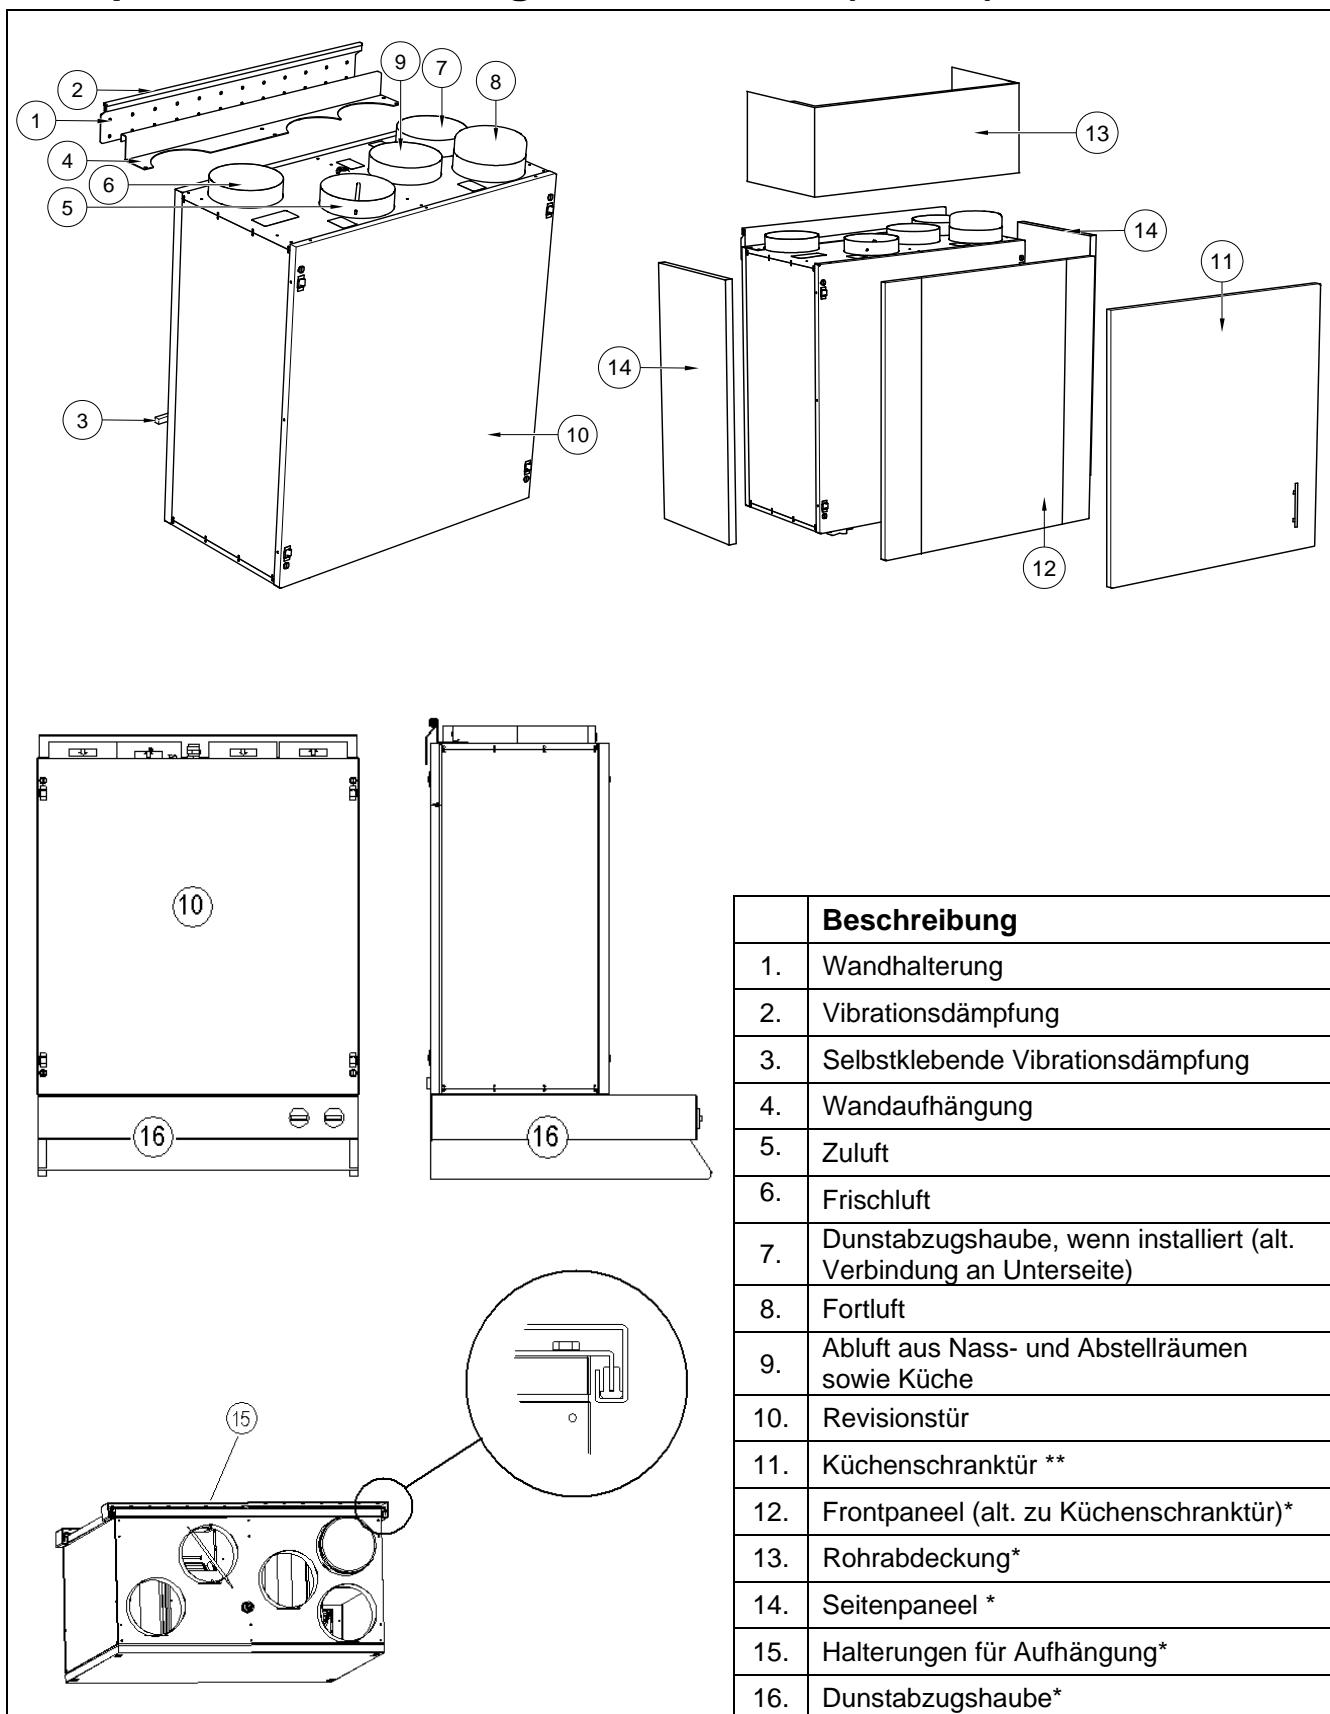

Fig. 3 *Zubehör (nicht inkludiert)
- 2) Möglicherweise müssen die Inspektionstüren ausgetauscht werden, so daß die mit den Befestigungsclips (Pos.10, **Fig.3**) vorn ist. Die Türe mit den Clips hat eine bessere Schalldämmung für den Fall, daß keine Abdeckung (Küchenfront) mehr montiert wird.
- 3) Bringen Sie die Wandaufhängung (Pos.4, **Fig.3**) an der Oberseite des Geräts mittels der mitgelieferten Schrauben und der selbstklebenden Vibrationsdämpfung (Pos.3, **Fig.3**) im unteren Bereich der Geräterückseite an.
- 4) Bringen Sie die Wandhalterung (Pos.1, **Fig.3**) mit dem Dämpfungskissen an. Die Unterseite der Halterung sollte sich 40mm unter der Oberkante des Geräts befinden; alternativ auch 590 mm über der unteren Kante. Stellen Sie sicher, dass die Vibrationsdichtung (Pos.2, **Fig.3**) nicht beschädigt ist.
Das Zentralgerät wird vorzugsweise in einem Extraraum aufgestellt, z.B. im Hauswirtschaftsraum oder im Abstellraum. Rohre aus der Dunstabzugshaube können mit dem Bypass-Rohr (Pos.7, **Fig.3**) an der Ober- oder Unterseite des Geräts verbunden werden. Alternativ kann die Dunstabzugshaube direkt unter dem Gerät montiert werden. Das Gerät ist für die Wandmontage konzipiert, kann jedoch auch horizontal installiert werden, z. B. hängend (gesonderte Anweisungen für die Aufhängung liegen den Halterungen bei) oder liegend. Wenn liegend montiert, denken Sie daran, die erforderlichen Dämpfkissen unter dem Gerät anzubringen. Das Gerät verfügt über große Revisionstüren an beiden Seiten und kann zur flexiblen und einfachen Verbindung an das Rohrsystem gedreht werden.
Wenn das Gerät über dem Herd angebracht wurde, kann eine Küchenschranktür (Pos.11, **Fig.3**) zur Abdeckung der Vorderseite des Geräts mittels der Verbindungsöffnung sowie dem mitgelieferten Bolzen (Montageanweisung siehe Installationszeichnung) installiert werden.
Weiß gestrichene oder Edelstahl, isolierte Frontabdeckungen (alternativ zu Küchenschranktür) (Pos.12, **Fig.3**), weiße Seitenpaneelle (wenn Geräteseite sichtbar ist) (Pos.14, **Fig.3**) sowie weiß gestrichene Rohrabdeckungen (Pos.13, **Fig.3**) für den Bereich zwischen Decke und Gerät (H=295 mm) können zusätzlich geliefert werden.
Beim VR 300 ECV/B wird die Abluft der Haube am Wärmetauscher vorbeigeführt. Um eine optimale Wärmerückgewinnung der Anlage zu erreichen, muß das separate Abluftventil der Küche an den Strang der Nassräume angeschlossen werden. (Pos.9,fig 3).